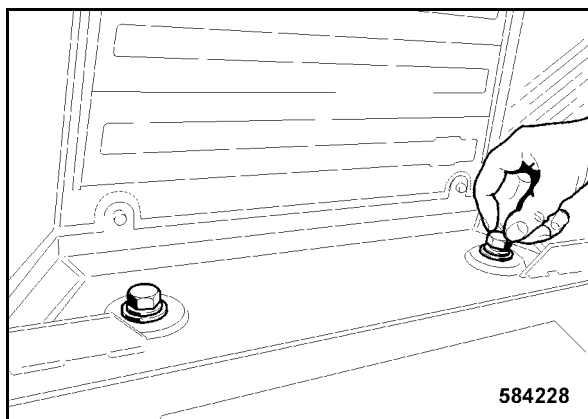

Bild 191
- Irrota taas kumpikin kiinnitysruuvi (Bild 191) ohjauskopin perän alueelta.
- Kiristä kumpikin perän alueen kiinnitysruuvi (Bild 191) 578 Nm:llä.